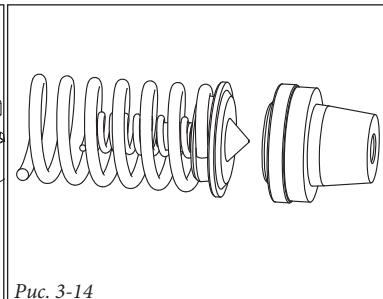

Рис. 3-13
- отсоедините блок воды/газа и газовую рампу от стойки подачи воды на (Рис. 3-13) и одновременно извлеките большую пружину и пружину модулирующего клапана (Рис. 3-14);